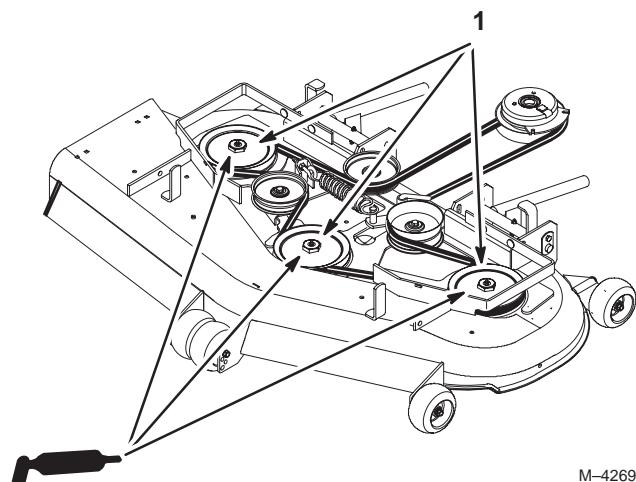

Figure 39
- Lubrifiez les graisseurs des roulements des trois axes (Fig. 39).
- Graissez le pivot de la poulie de tension (Fig. 39).
- Lubrifiez les graisseurs des bras de poussée (Fig. 39).